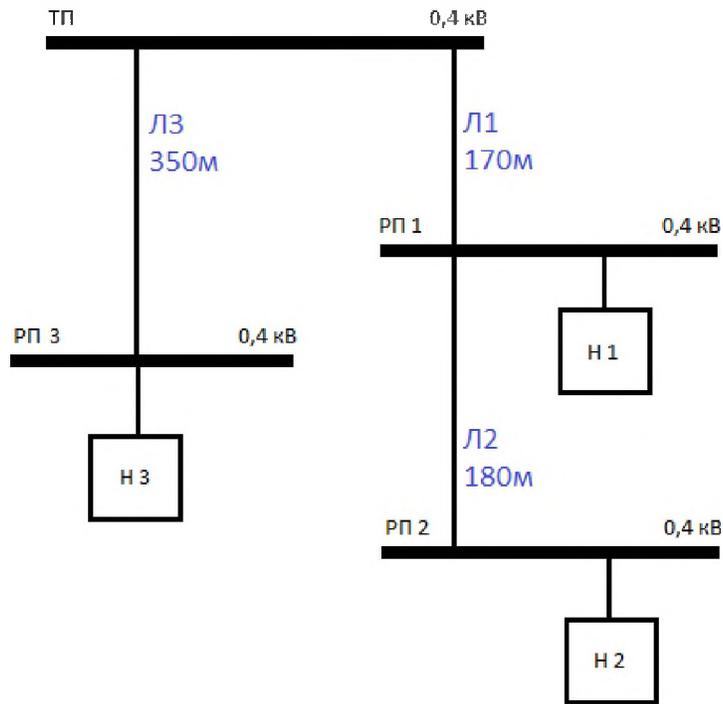

Рисунок 2. Схема участка системы электроснабжения
4. Выбрать сечения кабельных линий питающих нагрузки участка системы электроснабжения (рис. 2). Прокладка линий выполняется кабелем с алюминиевыми жилами по эстакадам.